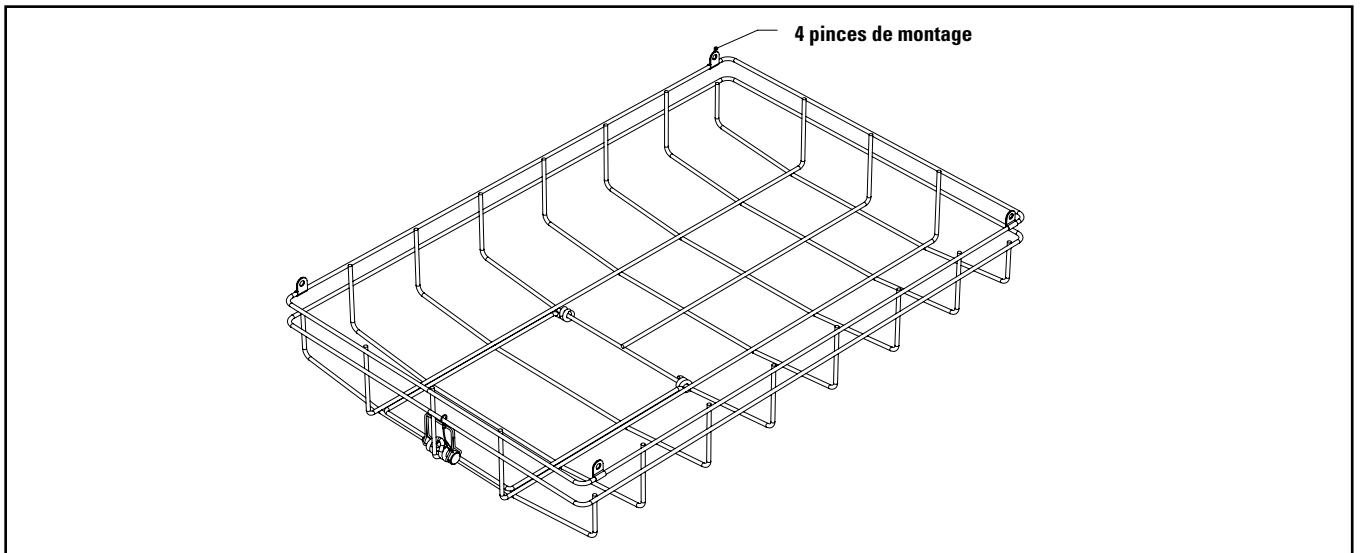

Figure 4.
4. Installez les 4 pinces de montage de la grille de protection sur chaque coin de la grille tel qu'indiqué à la (figure 4).